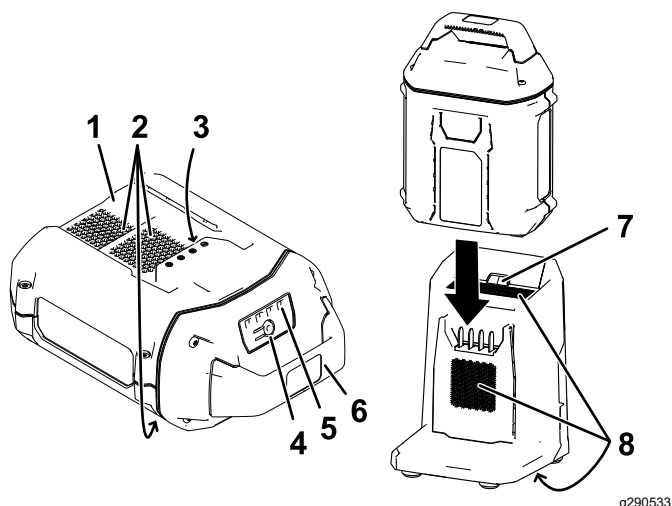

**Figura 26**
2. Alinhe a cavidade na bateria (Figura 26) com o ressalto no carregador.
3. Deslize a bateria para o carregador até que fique totalmente encaixada (Figura 26).